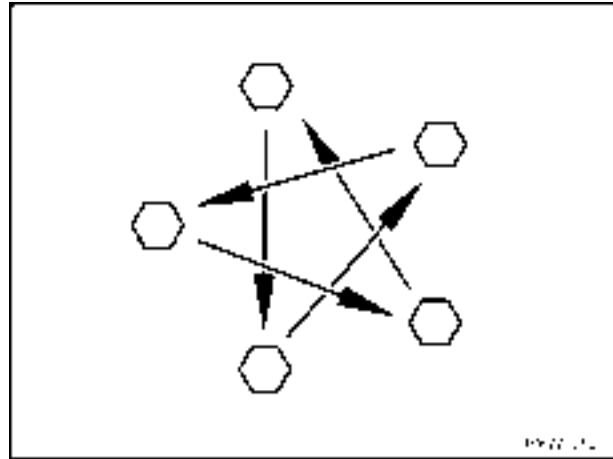

Bild 207 Radmuttern oder Radschrauben über Kreuz anziehen
- Radmuttern oder Radschrauben regelmäßig auf festen Sitz prüfen. Radmuttern oder Radschrauben eines ausgewechselten Rades nach 50 km über Kreuz nachziehen (Bild 207).
- ▷ Radmuttern oder Radschrauben über Kreuz anziehen (Bild 207).